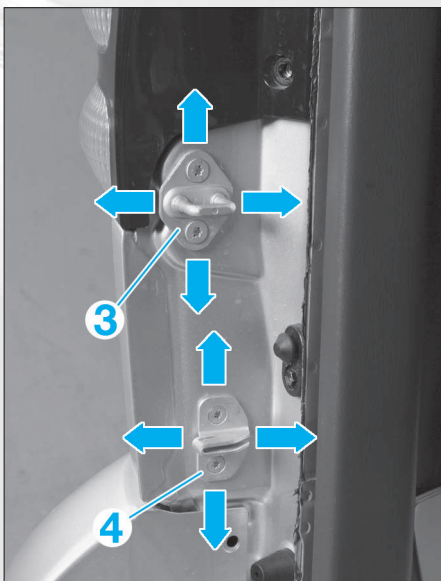

FIG. 71
- Régler les jeux et affleurements du hayon en agissant sur les fixations du hayon, et sur les gâches de réglage (3) et (4) (Fig.71).